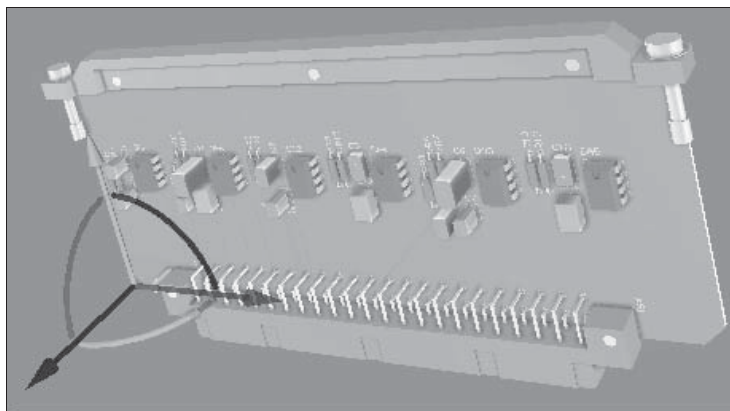

Рис. 9.12. Выбранный модуль, готовый к перемещениям
2. Указать курсором на одну из дуг **Object Gizmo** и перемещать курсор вдоль дуги (рис. 9.12). При пересечении плоскостью платы модуля координатной плоскости рабочего пространства модуль визуально на мгновение «зацепляется» за плоскость рабочего пространства, после чего может двигаться дальше.